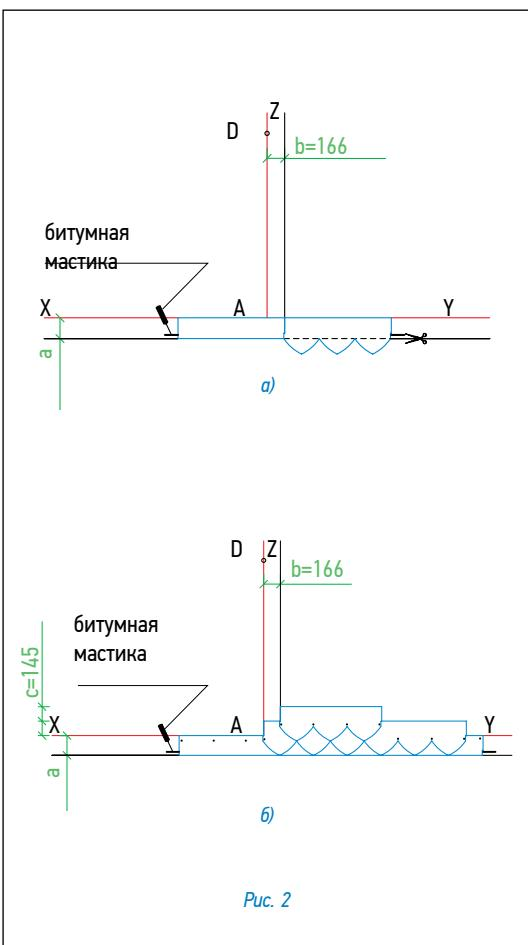

Рис. 2
Укладка материала (рис. 2)
- Начальный ряд формируется из специальной коньково-карнизной черепицы, либо из листов черепицы обрезанных по линии образованной конечными точками вырезов. Элементы начального ряда укладываются по линии карниза в обе стороны от линии Z (рис. 2а) и фиксируются по нижнему краю битумной мастикой, а по верхней кромке 4 гвоздями (ось гвоздей на 5 см ниже верхнего края полосы);
- далее первый ряд черепицы укладывается от линии AD (рис. 2б);
- второй ряд укладывается от линии Z (со смещением 16,6 см от AD) (рис. 2б);